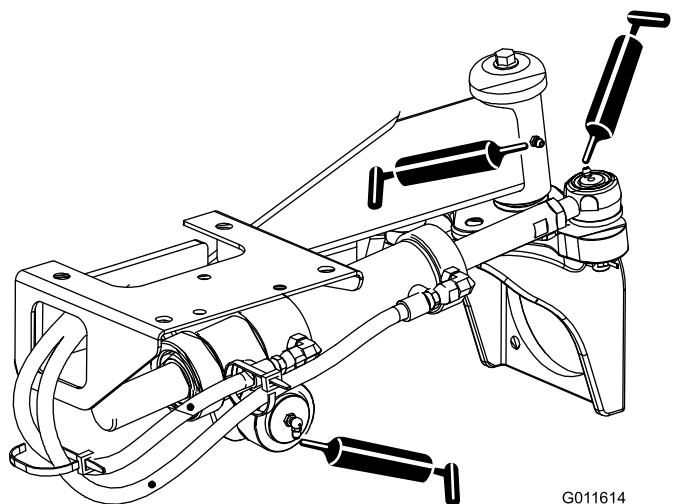

図 49
- ステアリングシリンダのボールジョイント2ヶ所と後アクスル1ヶ所 図 49